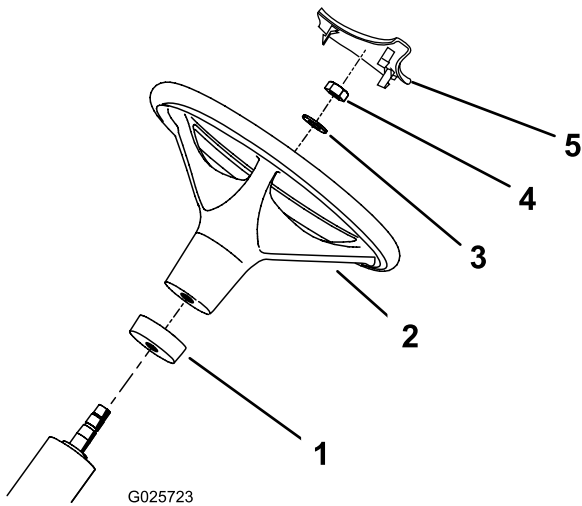

图2
2. 将泡沫环从较小的一端开始滑入转向轴 图2。
3. 将方向盘滑入转向轴 图2。
4. 用垫圈和锁紧螺母将方向盘固定到转向轴 图2。
6. 将方向盘套安装到方向盘上 图2。